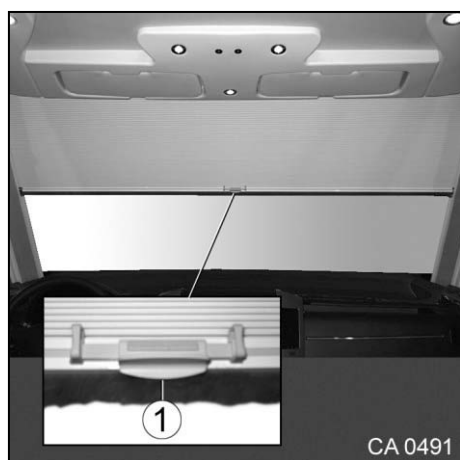

Fig. 76 Store occultant plissé de pare-brise
1. Débloquer le store occultant avec la poignée de déverrouillage (Fig. 76/1) et le tirer vers le bas.